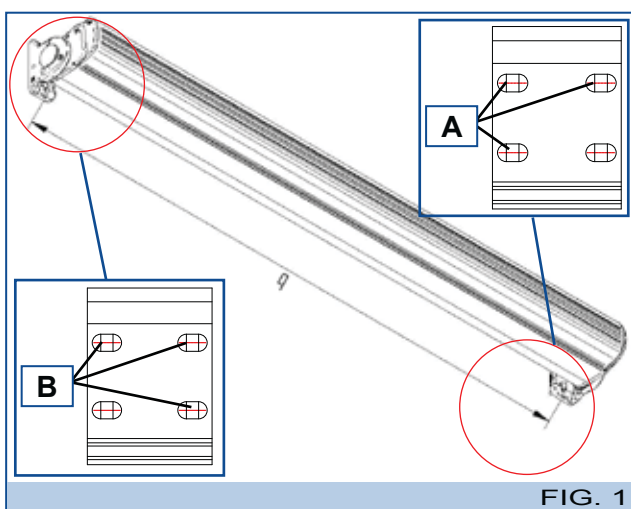

FIG. 1
- 3° La position des trous est celle indiquée figure 1. Pour la bride de droite, utiliser les trous (A), pour la bride de gauche, utiliser les trous (B).